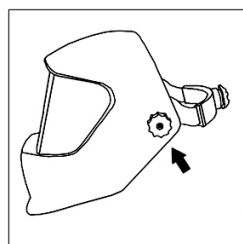

Fig. 3
4. Ajustez le masque dans l'angle de visionnement désiré. Après avoir obtenu l'angle prescrit, serrez à la main les deux boutons de réglage d'angle reliant le bandeau à la coquille du masque. Il doit être possible de relever le masque, mais il ne doit pas retomber lorsqu'il est en position pour le soudage (Fig. 3).